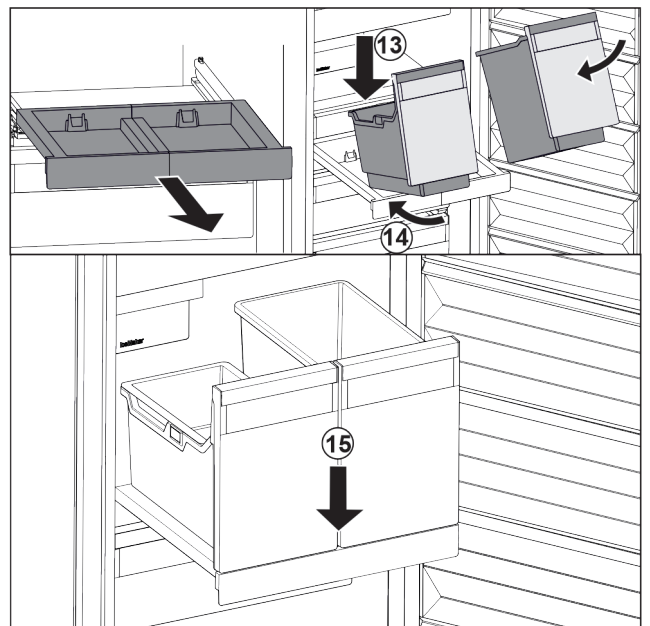

Fig. 175
- ▶ Behälter schräg auf das Auszugsbord aufsetzen. Fig. 175 (13)
- ▶ Behälter schräg nach hinten einschieben. Fig. 175 (14)
- ▶ Behälter vorne absetzen. Fig. 175 (15)